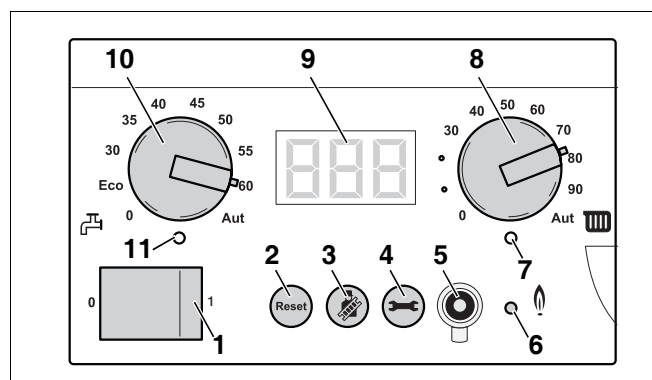

Fig. 82 Basiscontroller BC10
- Sluk for varmeanlægget på panelafbryderen til Basiscontroller BC10 (fig. 82, **pos. 1**).
- Tænd for gaskedlen på panelafbryderen til Basiscontroller BC10 (fig. 82, **pos. 1**).
- Når LED "Brænder" lyser, (fig. 82, **pos. 6**) skal du vente et minut, til gaskedlen brænder på delbelastning.
- Tryk på "skorstensfejer"-tasten (fig. 82, **pos. 3**), til punktet i displayet forsvinder.
- Sluk for gaskedlen på panelafbryderen til Basiscontroller BC10 (fig. 82, **pos. 1**).